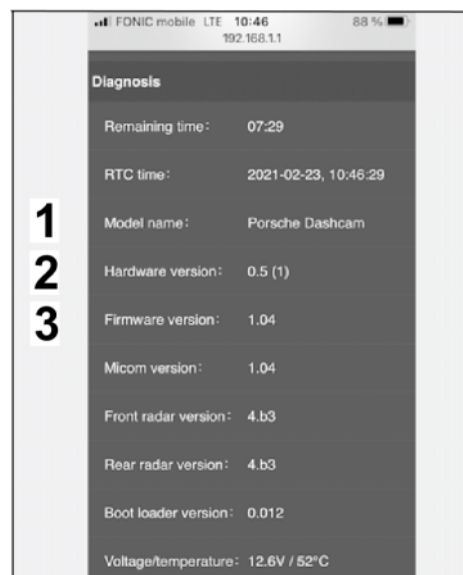

Bild 25
- 6.1 Angaben zum Modellname, Version Hard- und Software, Radar und weiteres (⇒ *Bild 25*).